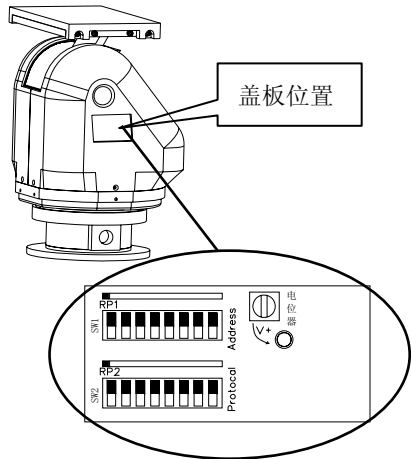

图 2
5.1.4.1 使用内六角扳手将云台的右面板拆下, 再在如图 2 所示的位置, 使用十字改锥打开云台右外壳侧面的盖板, 可以看见云台内部的拨码开关, 利用拨码开关 SW1(上面一排的拨码开关)设置云台 ID 地址码, 利用拨码开关 SW2(下面一排拨码开关)设置云台通讯协议和通讯波特率. 如果视频图像不清晰, 可以先通过调节摄像机后焦后, 再使用一字改锥微调 SW1 右边的电位器, 直到图像清晰为止.